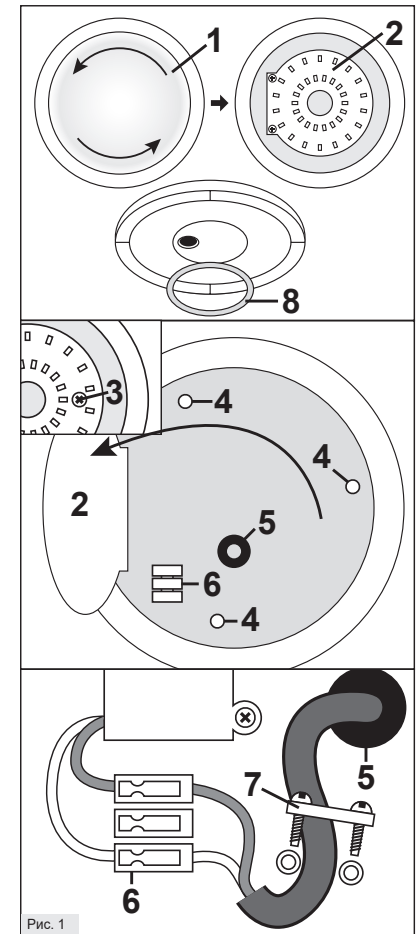

Рис. 1
- Снимите рассеиватель (1) светильника, повернув его против часовой стрелки (Рис. 1).
- Выкрутите саморез (3) и откройте светодиодный модуль (2) как показано на рисунке.
- Наметьте место будущей установки светильника (4) и просверлите 3 отверстия.
- Установите резиновое кольцо (8) из монтажного комплекта как показано на рисунке.
- Протяните подготовленный кабель через гермоввод (5) как показано на рисунке.
- Присоедините концы кабеля к клеммной колодке (6) в соответствии со схемой подключения.
- Зафиксируйте кабель при помощи 2-х болтов (7).